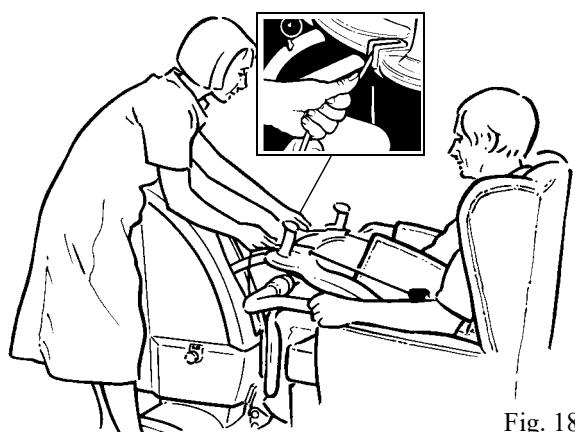

Fig. 18
3. Bloquee los cables de fijación en sus cierres de retención (véase la fig. 18).